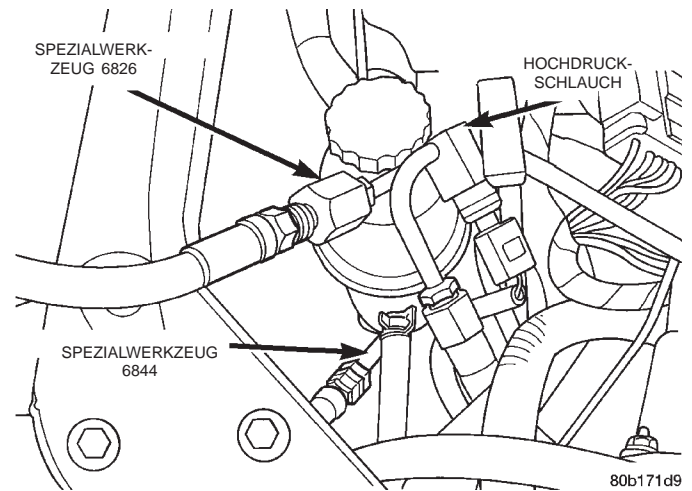

Abb. 8 Druckmanometer an Servopumpe angeschlossen (2.7L-Motor)
(4) **2.7L-Motor** — Adapter 6844 (Abb. 8), der am Druckschlauch auf der Einlassseite (Manometerseite) des Messgeräts montiert ist, an den Hochdruckanschluss der Servopumpe anschließen.